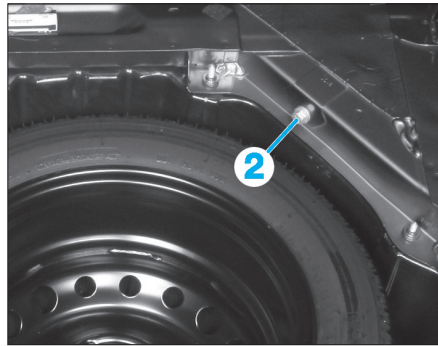

FIG. 19
- Desserrer la vis (2) de l'amortisseur sur la caisse (Fig.19).